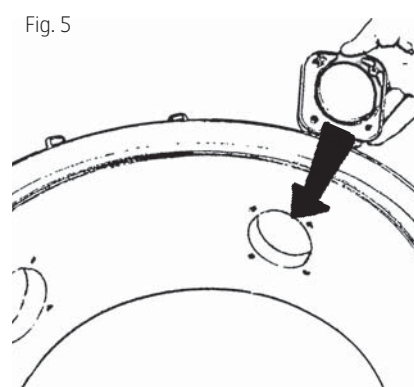

Fig. 5
4. Flyt sugerørsfatningen hen til det nye udtag. **BEMÆRK!** Fatningen er mærket "Up". Sørg for, at fatningen monteres med "Up" vendt opad. Fastgør fatningen ved at montere de fire skrue og stramme dem, fig. 5.